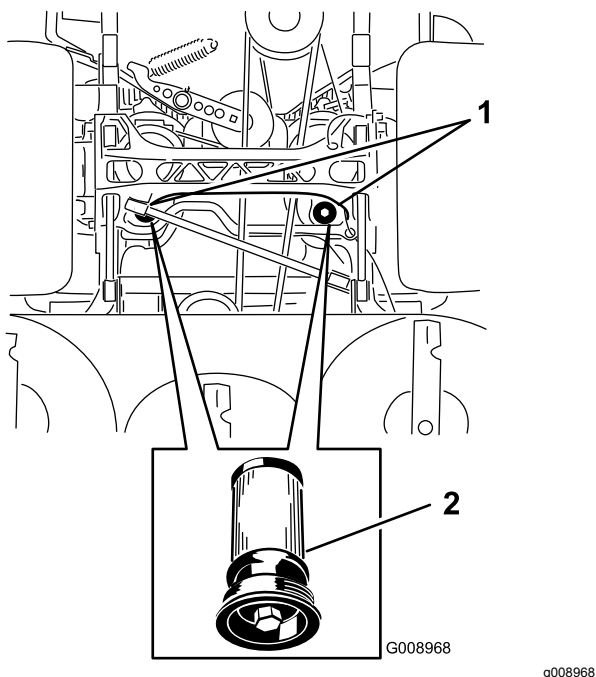

Figura 91
5. Coloque um recipiente de escoamento debaixo dos filtro, retire o filtro velho e limpe a superfície (Figura 91).
6. Aplique uma fina camada de óleo hidráulico na junta de borracha do filtro de substituição (Figura 91).